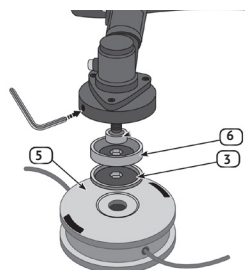

рис.6
#### 6.5 Установка головки режущей с леской (рис.6).
- установить на шпиндель зажимной фланец и накрутить головку режущую с леской (рис.6 поз.6) на шпиндель, поворачивая её против часовой стрелки,